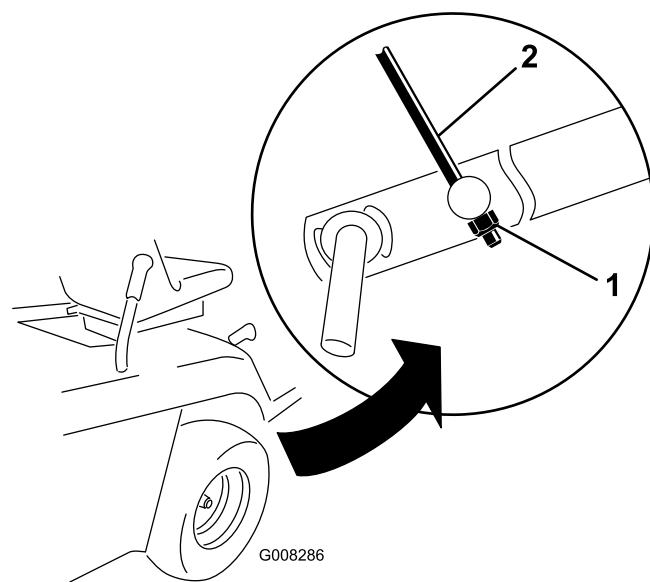

Figure 40
9. Réglez le contre écrou M8 à l'extrémité de l'ensemble tige de réglage de hauteur jusqu'à ce que la tige soit légèrement tendue (Figure 40).